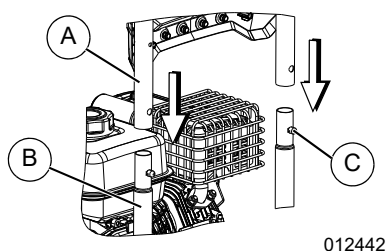

Figura 2-1. Inserte la manilla
1. Consulte la **Figura 2-1**. Coloque la manilla (A) en los soportes de la manilla (B). Presione los botones de pestillo (C) y deje que la manilla se deslice en su posición. El botón bloqueará la manilla en su lugar.